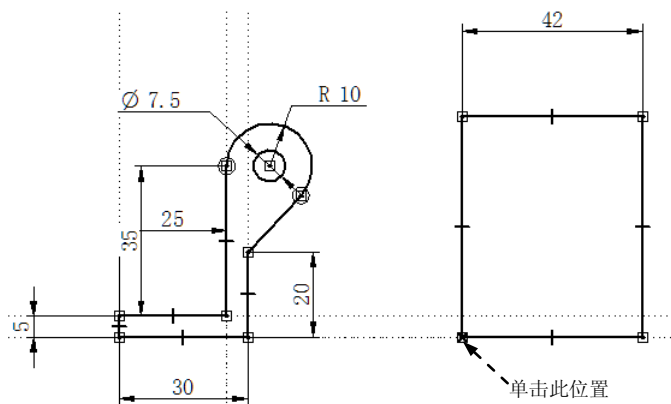

图 7.2.29 绘制左视图矩形
Step1. 在 **主页** 功能选项卡的 **绘图** 区域中单击  按钮中的  按钮，在弹出的命令列表中选择 **2 点创建矩形** 命令；在 **宽度 (W)** 文本框中输入数值 42，在绘图区中单击图 7.2.29 所示的位置，移动鼠标指针，绘制矩形结果如图 7.2.29 所示。